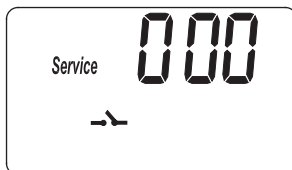
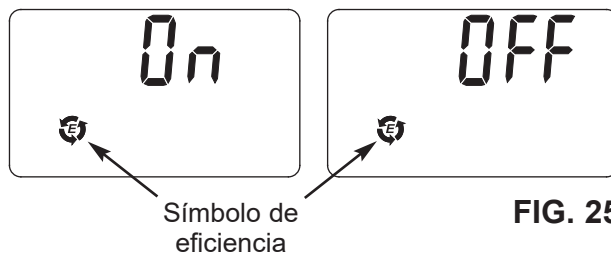

FIG. 24
FIG. 25
1. Mantenga oprimido el botón PROGRAM (Programar) hasta que aparezca la pantalla que se indica en la Fig. 24. Cuando ello ocurra, oprima una vez el botón PROGRAM (Programar) y aparecerá una de las dos pantallas que se indican en la Fig. 25.